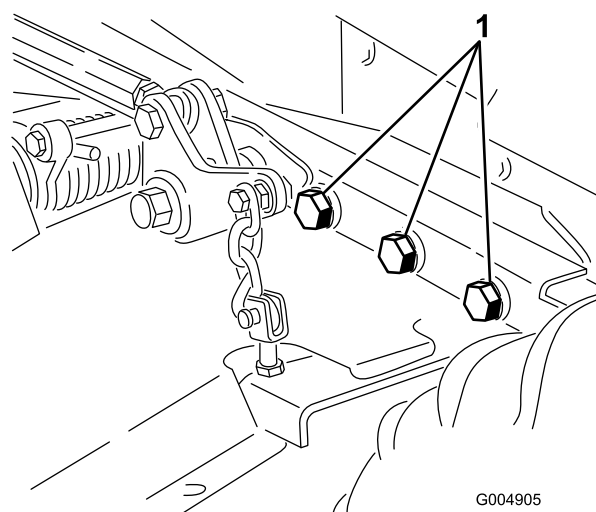

図 62
4. ボルトナット類にゆるみながいか点検し、必要な締め付けを行う。刈り込みデッキをトラクションユニットに固定しているボルト6本をトルク締めする $359\text{N}\cdot\text{m}$ $36.7\text{kg}/\text{cm}^2 = 265\text{ft}\cdot\text{lb}$ 図 62。